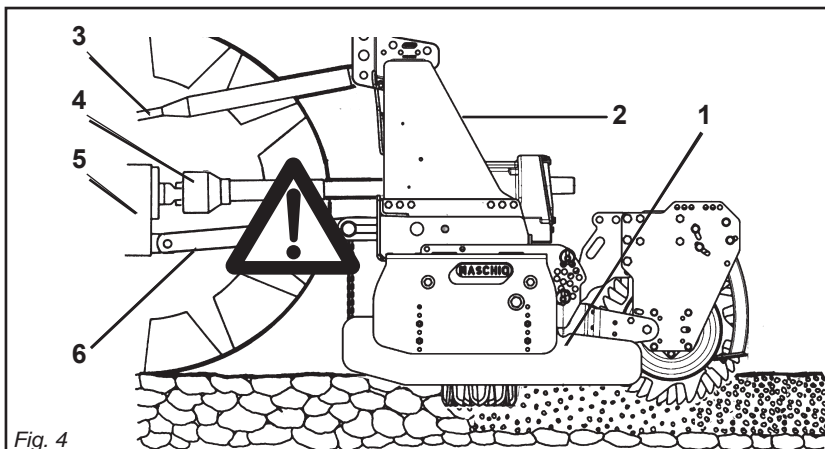

Fig. 4
- 25) È assolutamente vietato interporre tra il trattore e la macchina (Fig. 4) con motore acceso e cardano inserito nonché senza aver azionato il freno di stazionamento. Mantenersi ad una distanza di sicurezza dalla macchina in lavoro, per possibili lanci di corpi contundenti.
- 29) È assolutamente vietato interporre fra il trattore e l'attacco della macchina per manovrare il comando dall'esterno per il sollevamento (Fig. 4).
- 25) *Es ist absolut verboten, bei laufendem Motor und eingeschalteter Gelenkwelle zwischen den Schlepper und das Gerät zu treten (Abb. 4). Dazu muß die Feststellbremse gezogen werden. Achten Sie bei der Arbeit mit der Maschine auf den nötigen Sicherheitsabstand aufgrund der Auswurfgefahr stumpfer Gegenstände.*
- 29) *Es ist absolut verboten, zwischen den Schlepper und den Anschluß zu treten, um die Aushebung von außen zu betätigen (Abb. 4).*
- 29) Está absolutamente prohibido colocarse entre el tractor y el enganche para maniobrar el mando desde el externo en la fase de elevación (Fig. 4).